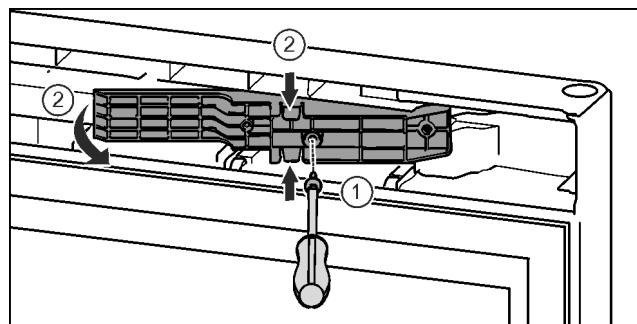

Fig. 16*
- ▶ Šroubovákem T15 uvolněte šrouby.* Fig. 16 (1)
- ▶ Vytáhněte adaptér.* Fig. 16 (2)